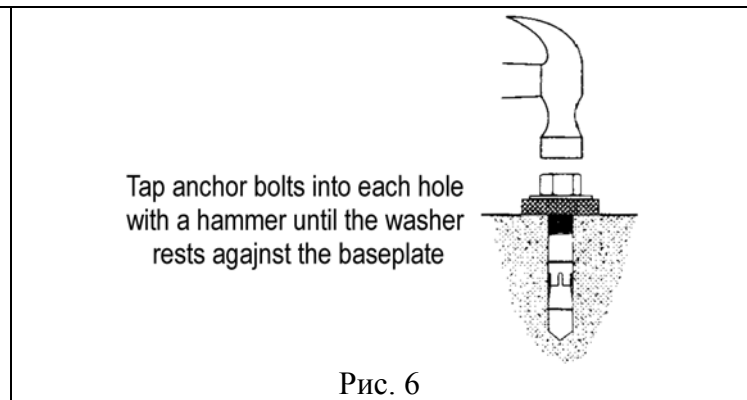
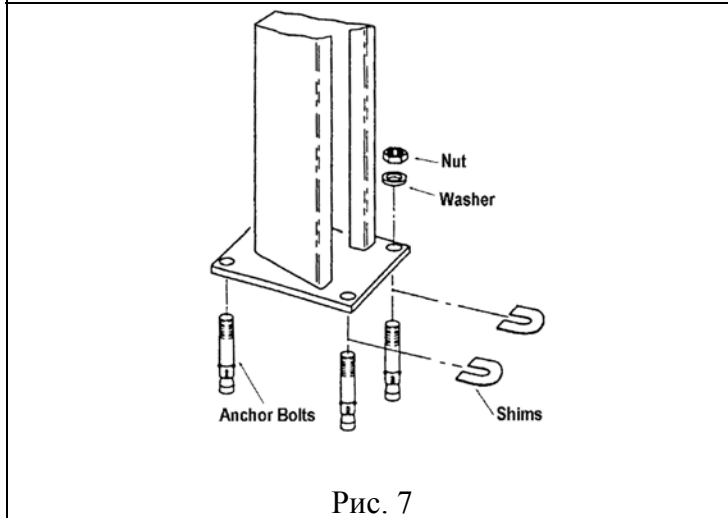

Рис. 6
Рис. 7
3. Вставить в отверстие анкерный болт в сборе с шайбой и гайкой. ( см. Рис.6 ). Если необходимо использовать клинья для выравнивания стойки, то подложить их под основание стойки ( см. Рис.7 )